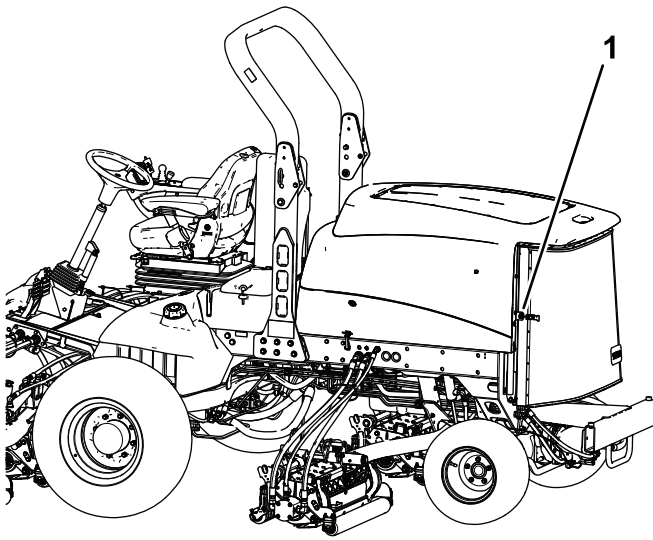

Bild 76
2. Entriegeln und schwenken Sie das hintere Gitter in die geöffnete Stellung (Bild 76).